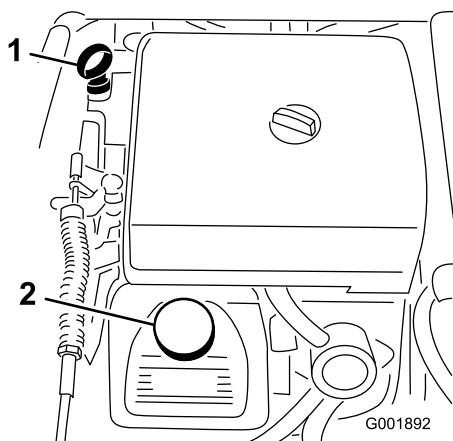

Figure 20
2. Retirez la jauge et essuyez-la sur un chiffon propre (Figure 20). Remettez la jauge dans le tube en vérifiant qu'elle est enfoncée au maximum. Sortez de nouveau la jauge et vérifiez le niveau d'huile.
3. Si le niveau d'huile est bas, retirez le bouchon de remplissage du couvre-culasse (Figure 20) et ajoutez la quantité d'huile nécessaire pour amener le niveau au repère maximum sur la jauge. Reportez-vous à la section Entretien de l'huile moteur, sous Entretien du moteur, pour connaître le type d'huile et la viscosité qui conviennent. Versez l'huile lentement et vérifiez souvent le niveau durant la procédure. Ne remplissez pas excessivement.